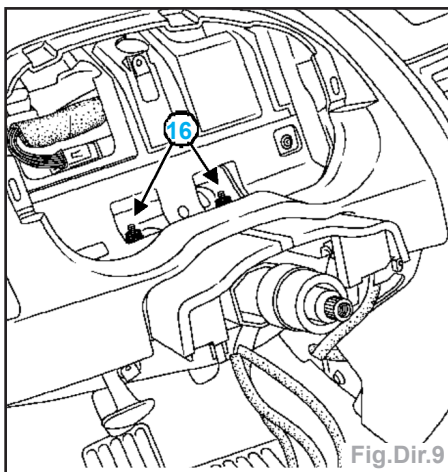

Fig.Dir.9
- Déposer les deux écrous (16) de fixation de la colonne de direction (Fig.Dir.9).